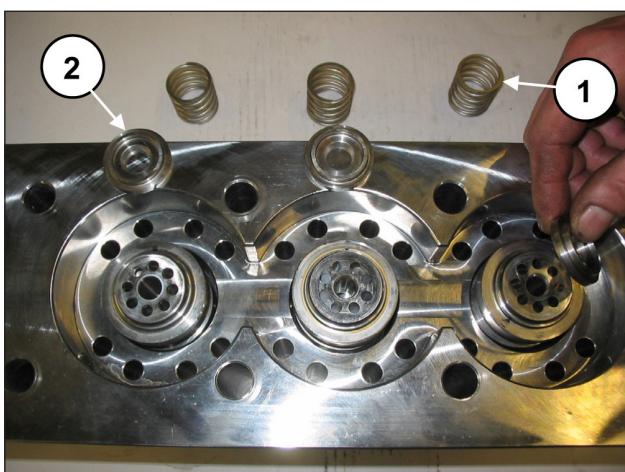

Fig. 101
**Durante a desmontagem das camisas, preste atenção para não soltar as molas da válvula e a válvula plana (pos. ① e ②, Fig. 101) pois não estando bloqueada, poderão cair.**